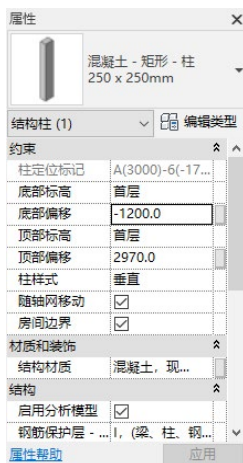

图 15-25 “属性”选项板
(17) 选择步骤(16)布置的“250×250mm”柱，在“属性”选项板中更改“底部偏移”为“-1200.0”，“顶部标高”为“首层”，“顶部偏移”为“2970.0”，其他采用默认设置，如图 15-25 所示。